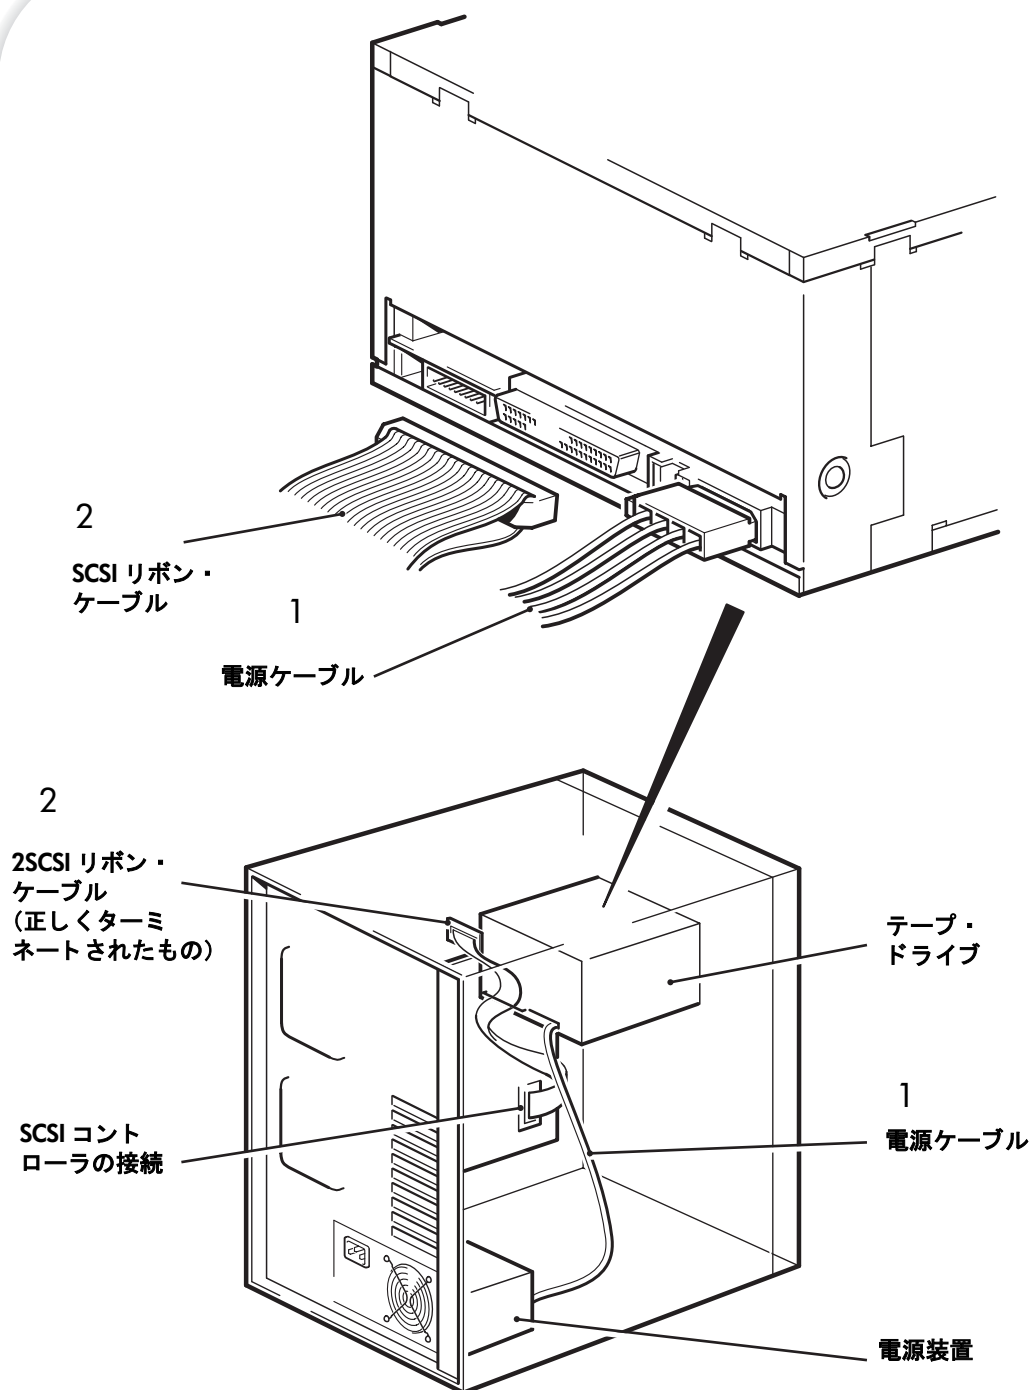

図 7: 電源ケーブルと SCSI ケーブルを接続する
- 1 図 7 の項目 1 に示すとおり、サーバ内部の電源装置から電源コネクタに電源ケーブルを取付けます。
- 2 図 7 の項目 2 に示すように、サーバまたは HBA の SCSI リボン・ケーブルの予備コネクタをドライブの SCSI コネクタに取付けます。
したがって、HBA がバスの最初のデバイスである場合、図 7 の項目 2 に示されているように、2 番目のターミネータが最後のデバイスの後に接続されている必要があります。